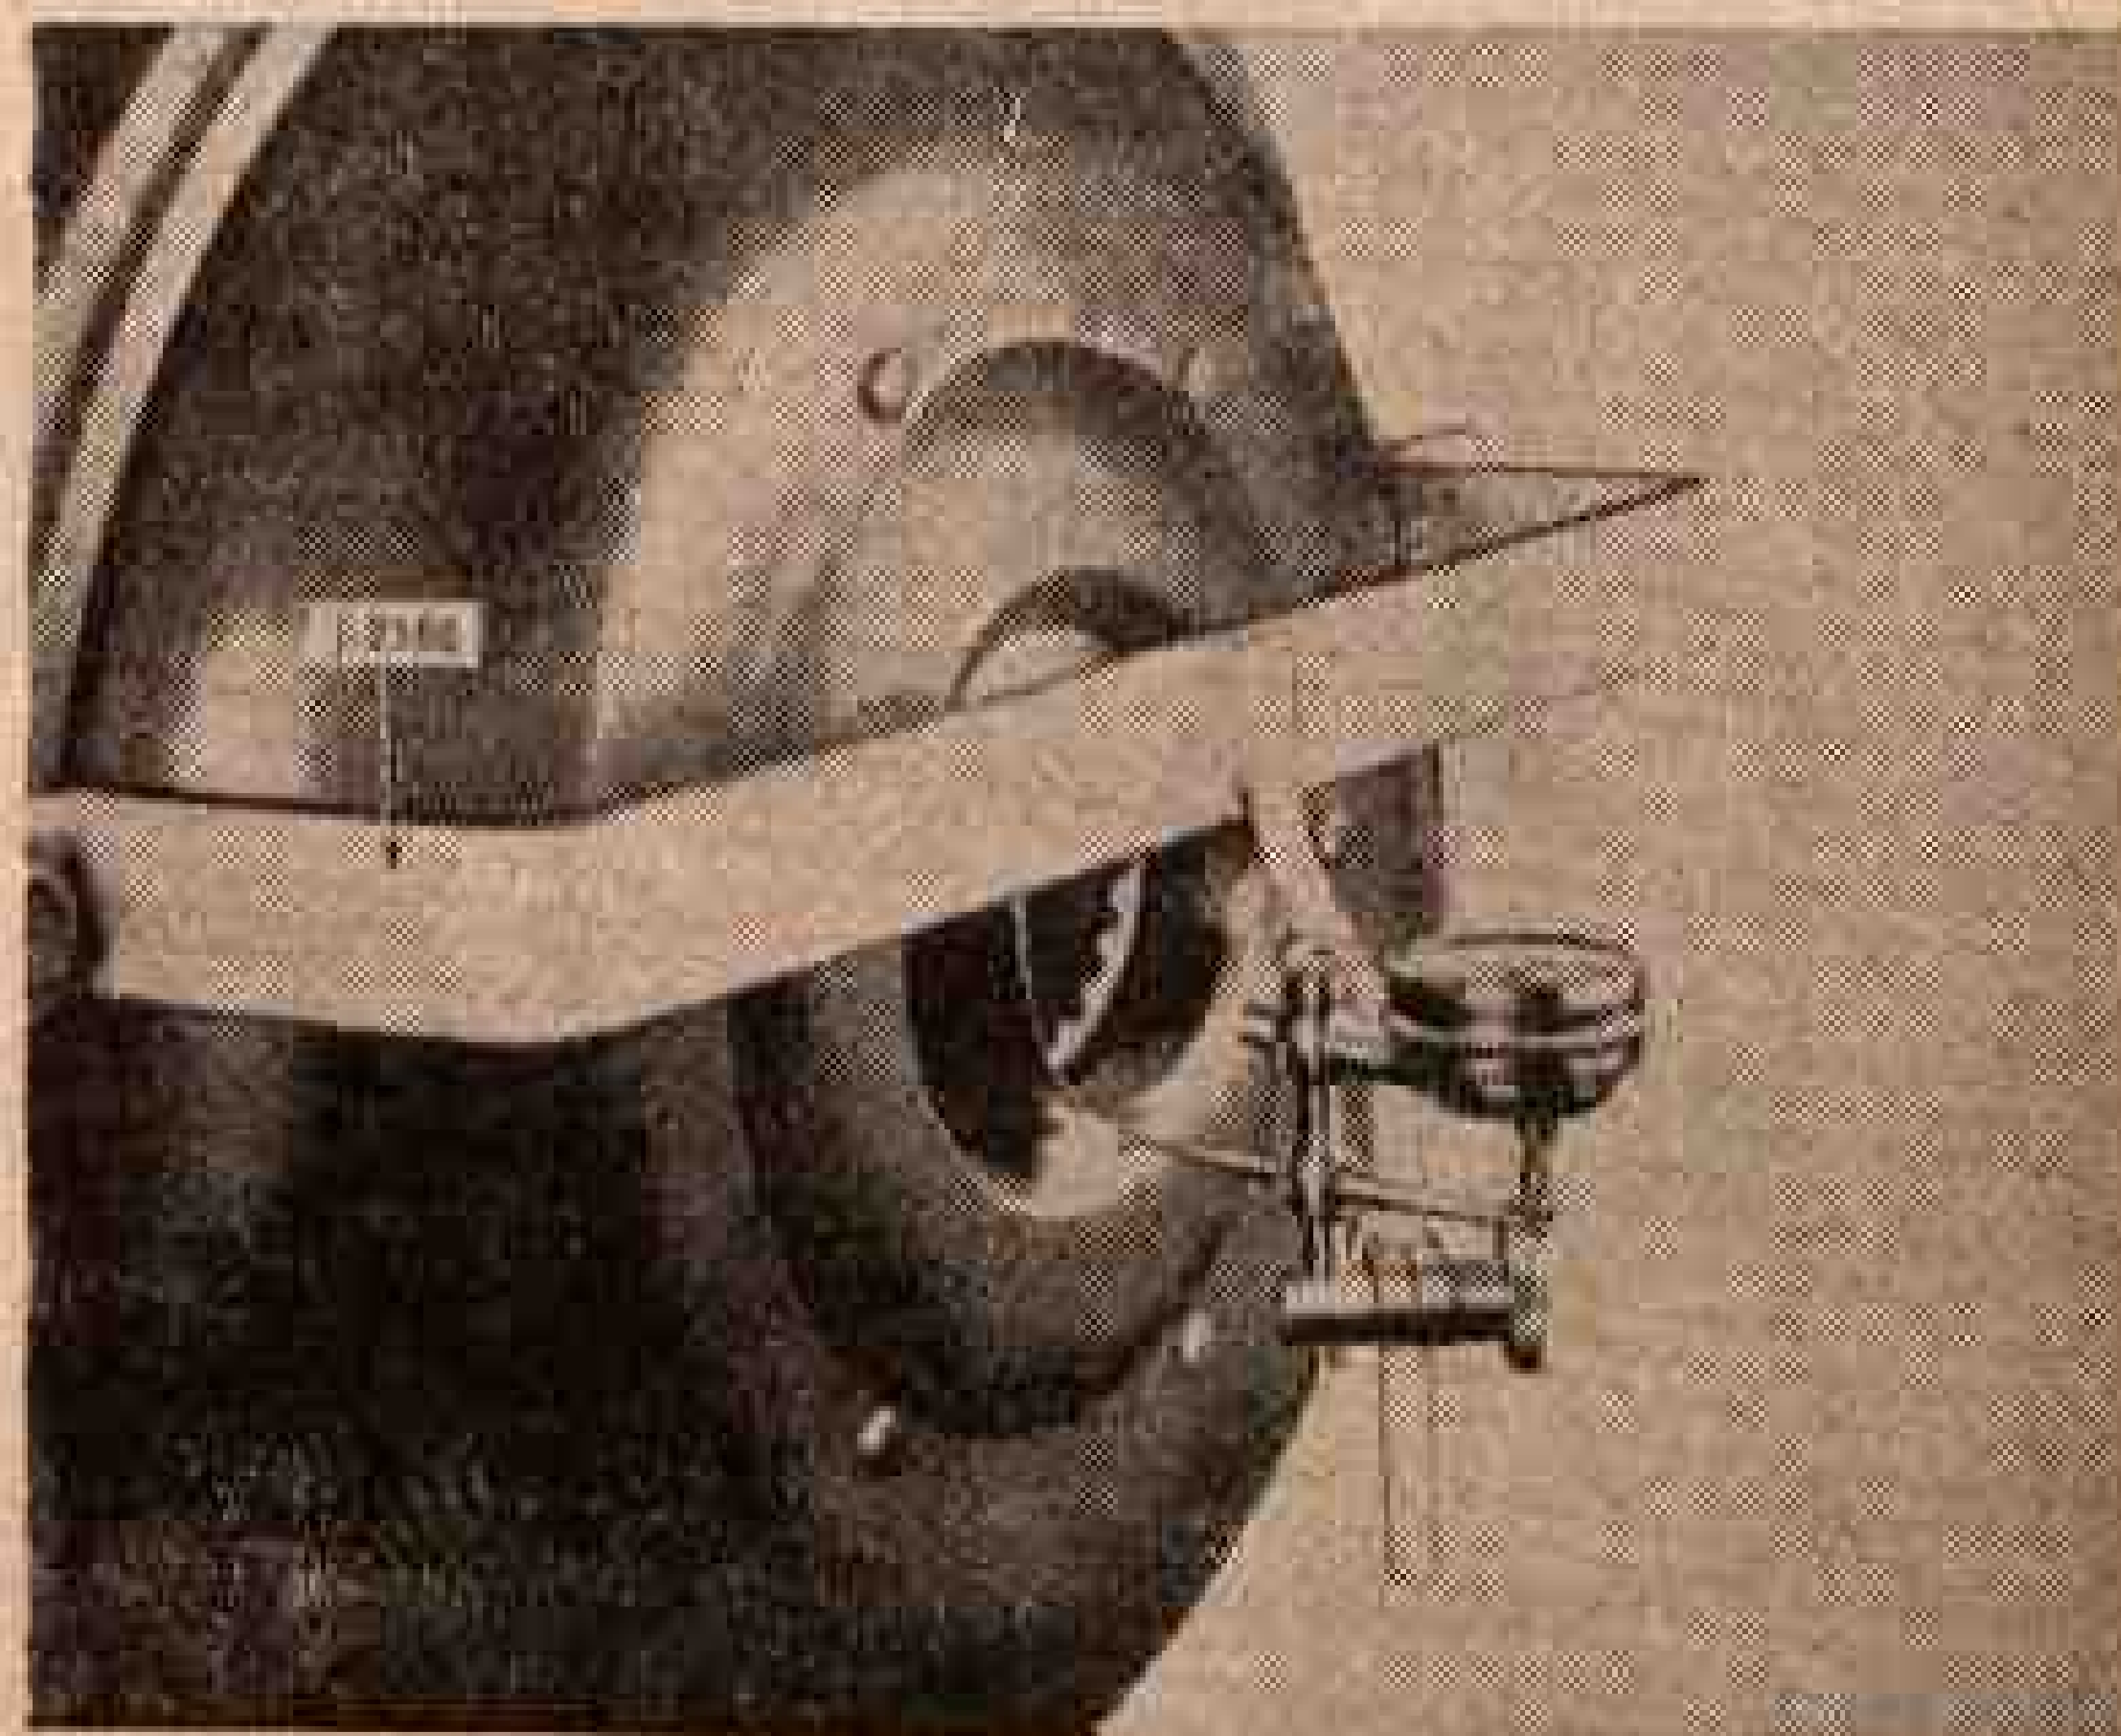

Fig. 204 — Verificando a excentricidade da coberta do rodízio. A ferramenta especial e o indicador podem ser montados debaixo do carro, se necessário.
b) Instala-se um indicador de mostrador à ferramenta n.º J-2586 de modo que a ligação do orifício entre em contacto com o cubo da coberta do rodízio (fig. 204).